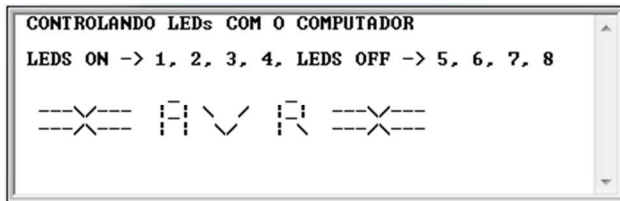

Fig. 15.8 – Mensagem recebida no computador.
15.2 – Faça um programa para controlar, através do computador, 4 LEDs ligados aos pinos PB0:4 do ATmega328. Imprima na tela do hiperterminal uma mensagem semelhante a da fig. 15.8, crie sua própria imagem.
Para gerar a mensagem da fig. 15.8 é necessário escrever cada linha individualmente na programação, tal como: